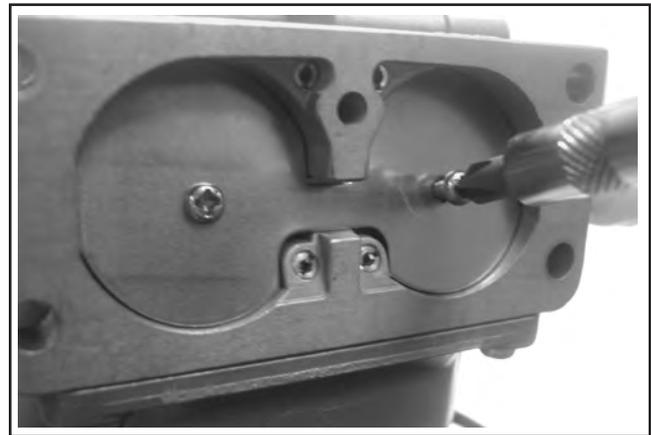

Abbildung 5-37. Installation der Choke-Klappe.
11. Einen Tropfen Loctite® auf die Gewinde der neuen Schrauben auftragen. Die neue Choke-Klappe auf der flachen Seite der Welle des Chokes positionieren und installieren. Die beiden Schrauben anschrauben. Den Choke schließen und die Ausrichtung der Klappe im Inneren des Vergaserhalses überprüfen. Dann die Schrauben fest anziehen. **Nicht zu stark anziehen.** Siehe Abbildung 5-37.